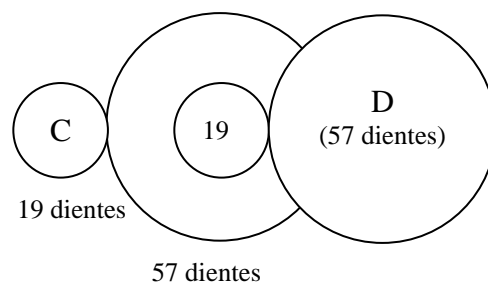

Figura 2
14. Dado el siguiente tren de engranajes: (Eje C es el eje motor) (Figura 2)